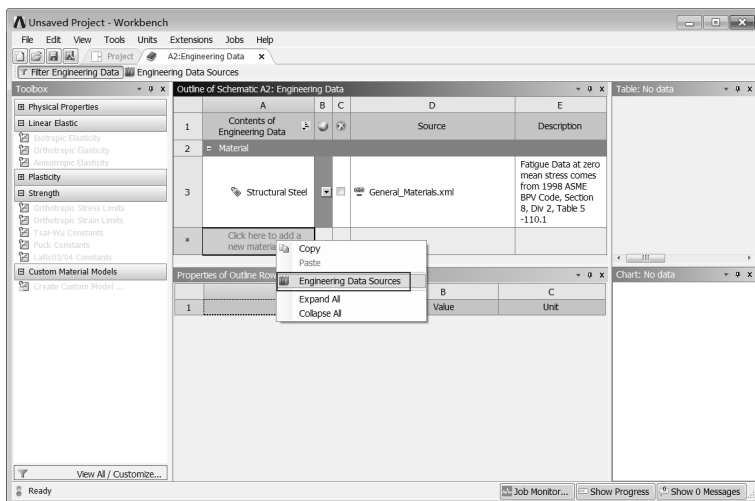

图 13-10 材料参数设置界面（2）
Step2：在界面的 A1 表中右击，在弹出的快捷菜单中选择 Engineering Data Sources（工程数据源）命令，此时的界面会变为如图 13-10 所示的界面。原界面窗口中的 Outline of Schematic B2: Engineering Data 消失，被 Engineering Data Sources 及 Outline of General Materials 取代。